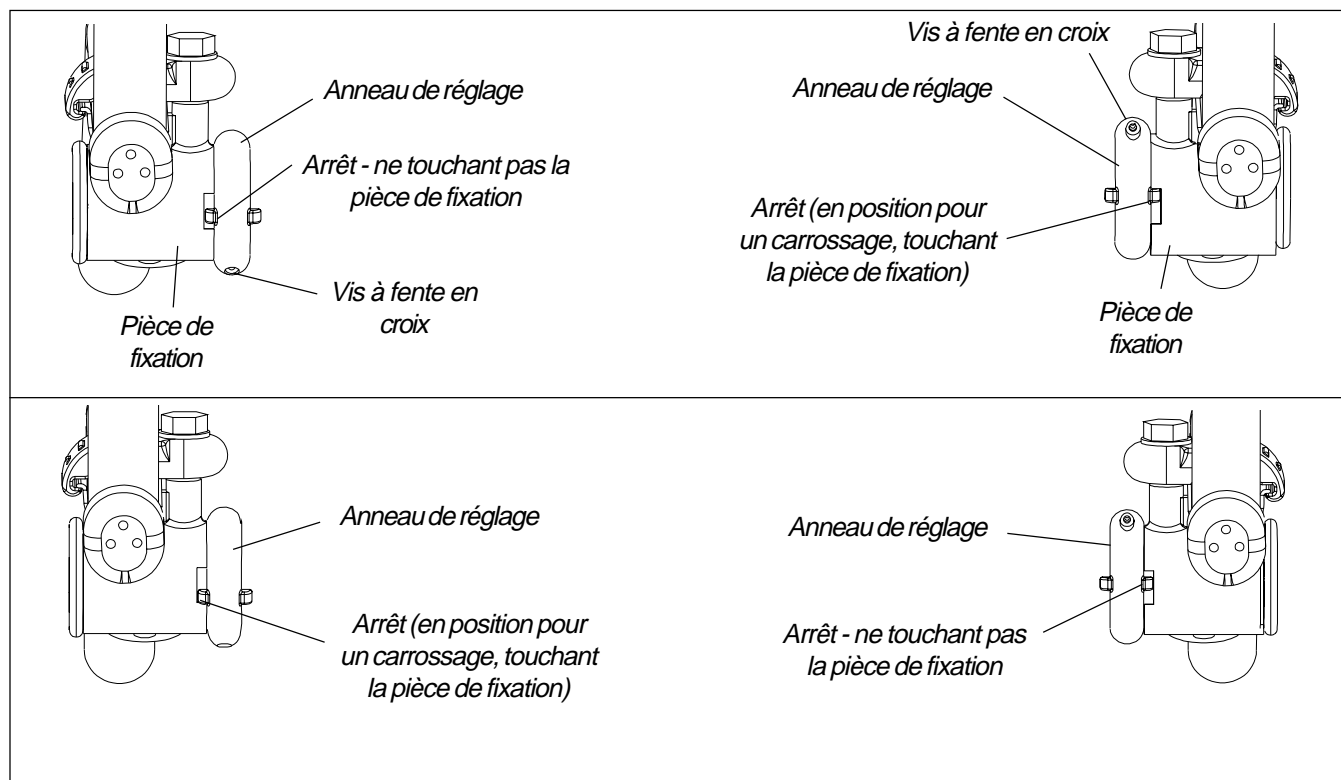

FIGURE 8 - AJUSTER PINCEMENT / OUVERTURE - REGLAGE DE LA COURSE
REGLAGE DE LA COURSE (FIGURE 8). Cette procédure est requise à chaque fois que le tube d'axe est déplacé par rapport à la position réglée en usine ou est remplacé.
7. Faire tourner soit l'anneau de réglage droit ou gauche jusqu'à ce que l'arrêt sur l'anneau soit en haut de la fente de la pièce de fixation comme indiqué **FIGURE 8** et bien serrer la vis à fente en croix sur l'anneau de réglage positionné.